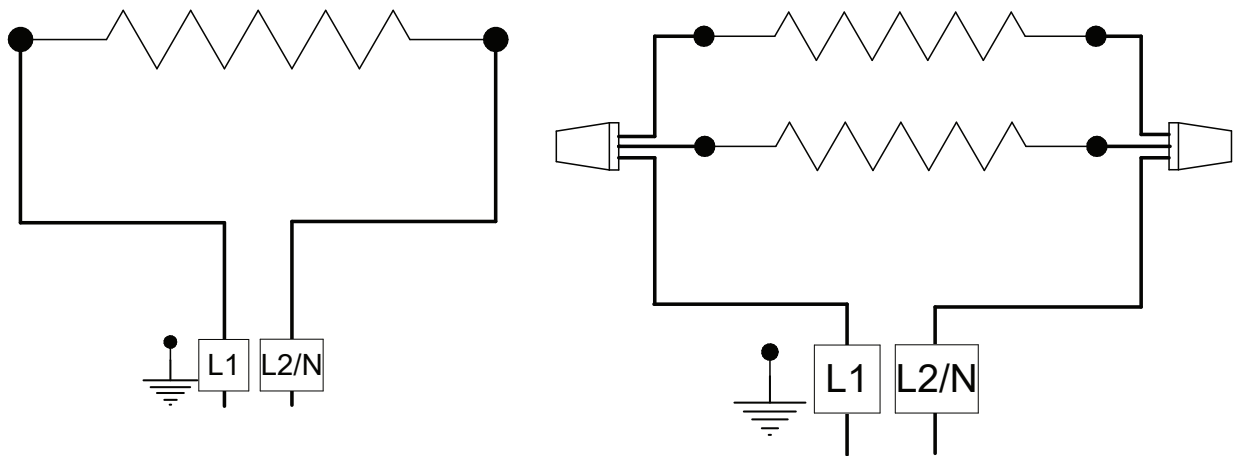

Figure 8 : À gauche, schéma de câblage des modèles 2424, 1448 et 1460. À droite, schéma de câblage du modèle 2448.
3. Procéder au câblage électrique selon la Figure 8.